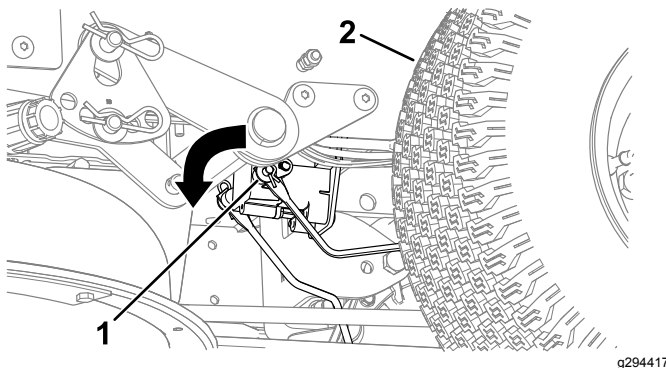

Figura 51
3. Localize o veio no travão elétrico onde os braços de articulação do travão estão ligados (Figura 51).